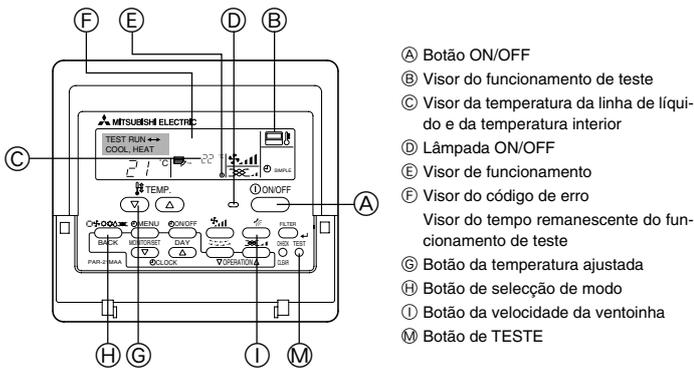

Fig. 9-2
9.2.2. Controlo remoto com fio (Fig. 9-2)
- ① Ligue a alimentação pelo menos 12 horas antes do ensaio.
- ② Prima o botão [TEST] duas vezes. ⇒ visor de cristal líquido "TEST RUN" (Teste)
- ③ Prima o botão [Mode selection] (Modo de selecção). ⇒ Certifique-se de que está a sair vento.
- ④ Prima o botão [Mode selection] e mude para o modo de arrefecimento (ou aquecimento). ⇒ Certifique-se de que é soprado vento frio (ou quente).
- ⑤ Prima o botão [Fan speed] (Velocidade do Vento). ⇒ Certifique-se de que a velocidade do vento é mudada.
- ⑥ Verifique o funcionamento da ventoinha da unidade exterior.
- ⑦ Saia do ensaio ao premir o botão [ON/OFF]. ⇒ Stop
- ⑧ Registo de um número de telefone.